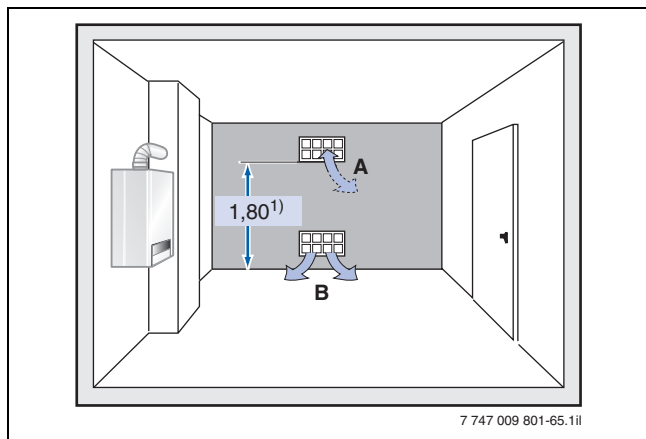

Bild 65 Einbaulage von zwei ständigen Öffnungen ins Freie (Maße in m)
Die Lösungsmöglichkeit 3 erfordert einen Aufstellraum, der eine **ständig offene**, ins Freie führende Verbindung hat (→ Bild 65).
Legende zu Bild 65:
- Zwei Verbrennungsluftöffnungen ins Freie mit einem freien Querschnitt von jeweils 75 cm^2 . Die obere Öffnung muss dabei mindestens 1,80 m über dem Boden angebracht sein (→ Bild 65).